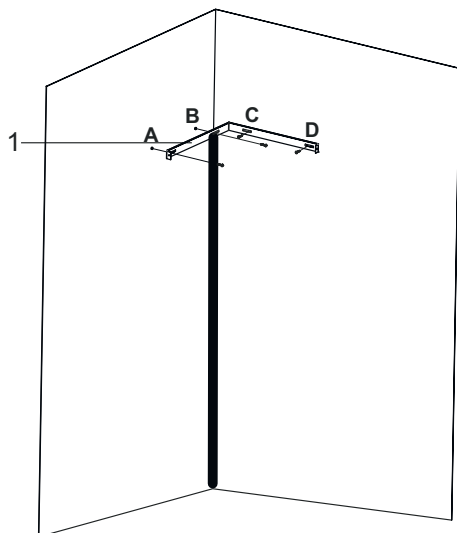

Fig. 14
- Perfurar os pontos A,B,C,D com broca de Ø6 (Fig. 14).